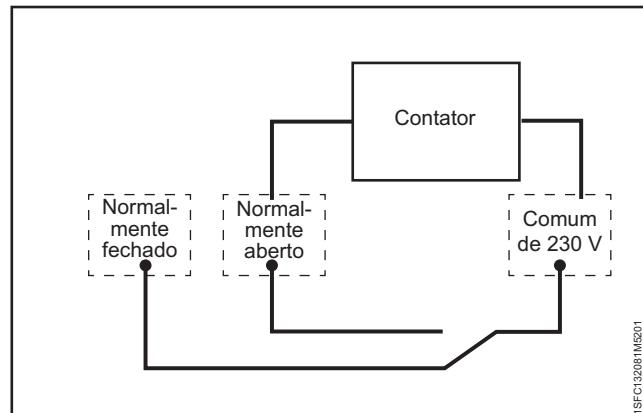

Figura 7.8
Cada relé tem 3 terminais: um terminal comum (COM), um terminal normalmente aberto (NO) e um terminal normalmente fechado (NC). Consulte a **Figura 7.8**.